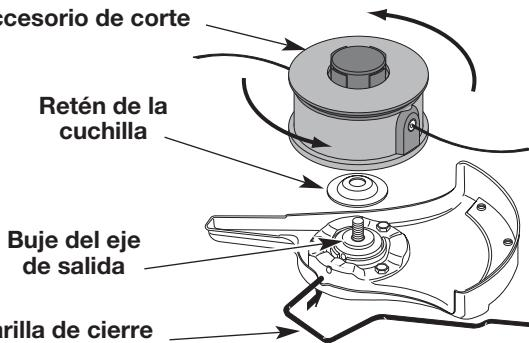

Fig. 14
5. Alinee el orificio del buje del eje con la ranura de la varilla de cierre e inserte la varilla de cierre en el orificio del buje del eje (Fig. 7). Coloque el retén de la cuchilla en el eje de salida con la superficie plana contra el buje del eje de salida según se ilustra en la Fig. 14. Enrosque el accesorio de corte en sentido antihorario en el eje de salida. Ajuste bien.